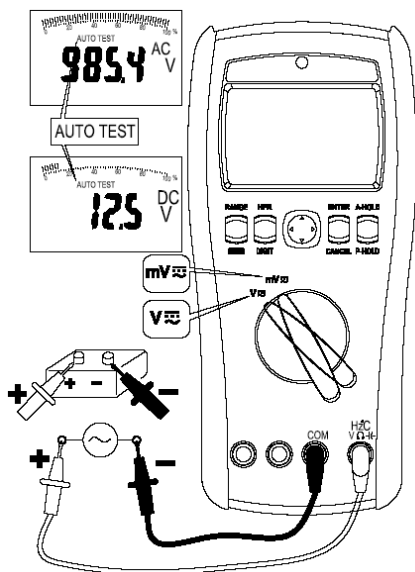

Рис. 7.1
4. Подключить измерительные провода параллельно источнику напряжения (рис.7.1).